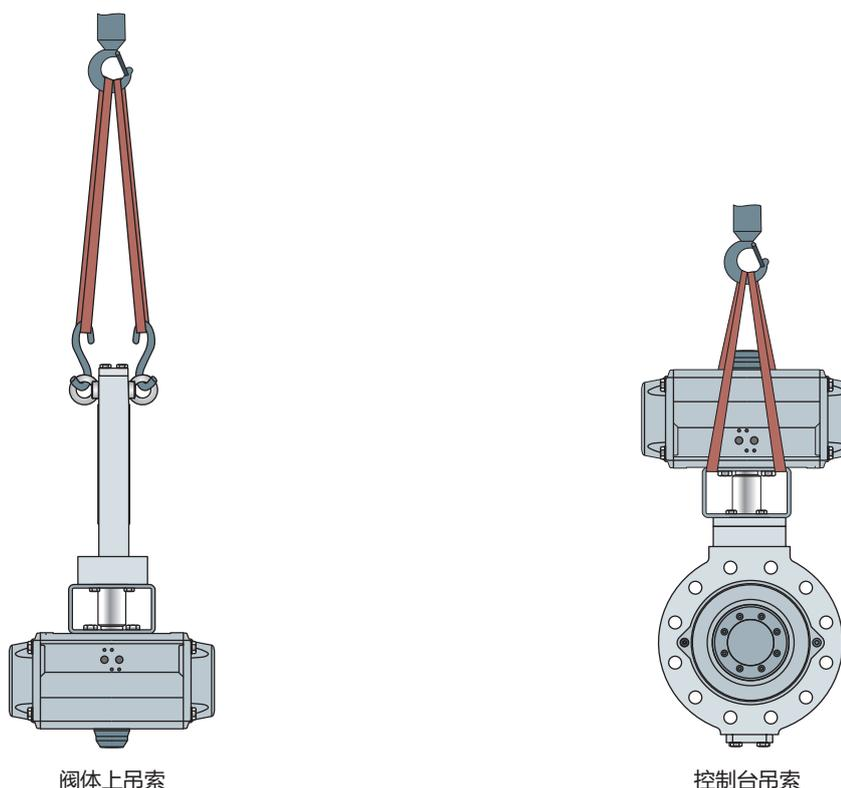

图 4-1: BR 14p - PSA 型蝶阀的提升点
- ⇒ 使用带有安全夹的挂钩作为悬吊元件, 以防吊索在提升和运输期间滑离挂钩, 请参见图 4-1。
- ⇒ 将吊索扣紧到起重机或叉车的每个悬吊元件 (例如，挂钩)，请参见图 4-1。在执行此操作时，请检查承载量和吊索长度，以确保安全。
- ⇒ 将吊索扣紧到起重机或叉车的托架和悬吊元件 (例如, 挂钩), 请参见图 4-1。在执行此操作时, 请检查承载量和吊索长度, 以确保安全。